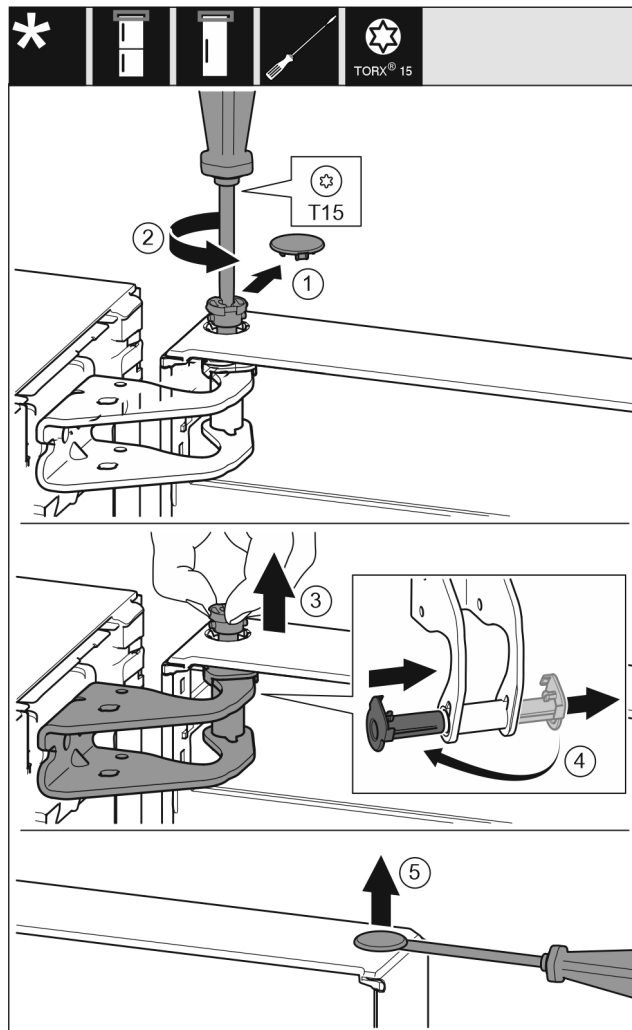

Fig. 6
- Estrarre con cautela la copertura di protezione. Fig. 6 (1)
- Con un cacciavite T15 svitare un po' il perno. Fig. 6 (2)
- Tenere ferma la porta ed estrarre il perno con le dita. Fig. 6 (3)
- Estrarre la boccola dalla guida. Inserire dall'altro lato e innestare. Fig. 6 (4)
- Con un cacciavite a testa a intaglio sollevare con cautela i tappi a vite dalla boccola della porta ed estrarli. Fig. 6 (5)